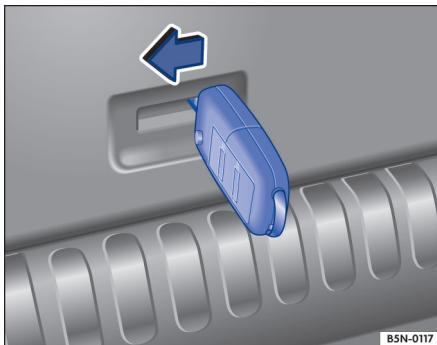

图 184 行李厢盖应急开锁
- 从外面将钥匙头完全插入行李厢盖饰板上的开口内⇒图 184。
- 将遥控钥匙沿箭头方向按压⇒图 184 以便使行李厢盖开锁。